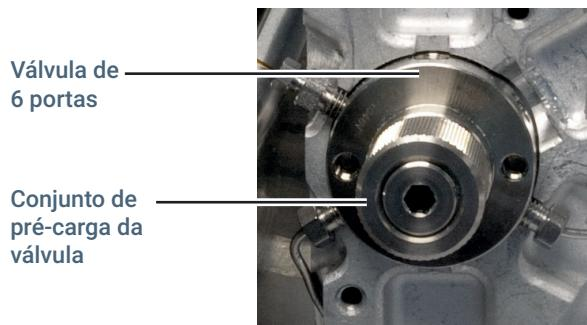

Figura 23. Conjunto de pré-carga da válvula
- 6 Usando a mão, desaperte o conjunto da pré-carga na parte frontal da válvula (Figura 23).